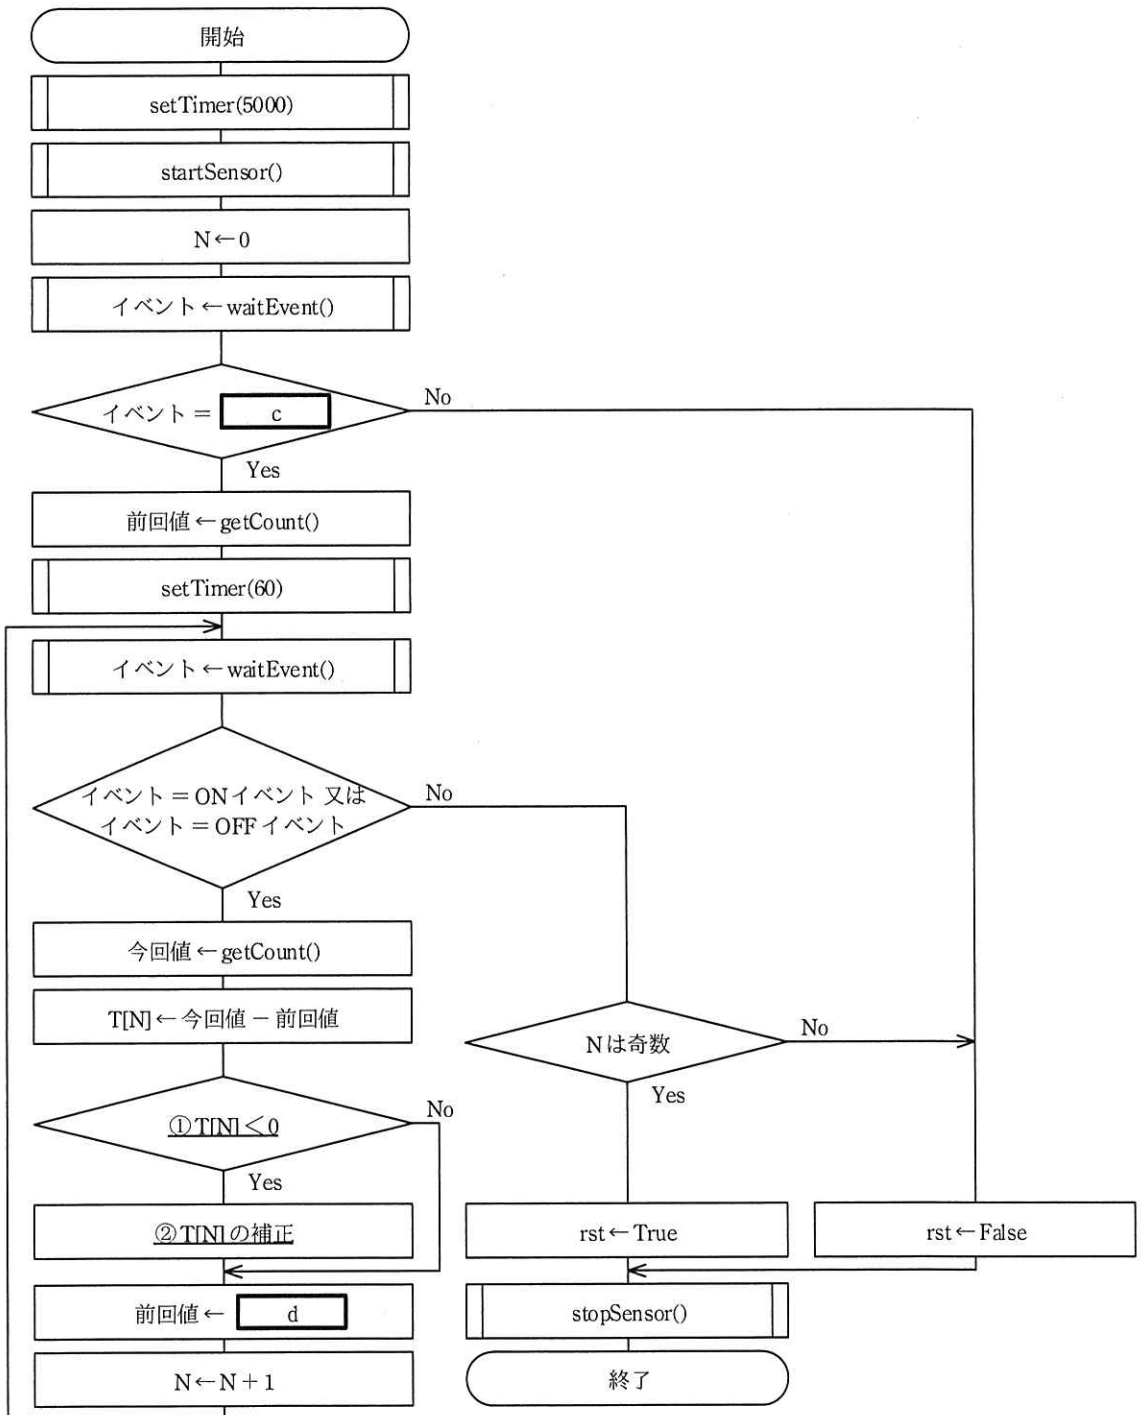

図3 制御パターン抽出プログラムのフロー
制御パターン抽出プログラムのフローを図3に示す。
(1) 学習対象リモコンで何も操作が行われないとき, 制御パターン抽出プログラムを開始してから終了するまでの時間は何秒か。整数で答えよ。
(2) 本文中の , に入れる適切な状態名を答えよ。
設問 3 図 3 の制御パターン抽出プログラムのフローについて, (1)~(3)に答えよ。
(1) 図 3 中の に入れる適切なイベント名, 及び に入れる適切な字句を答えよ。ここで, 配列 T[]の要素の個数は十分に大きいものとする。
(2) 図 3 中の下線①について, $T[N] < 0$ となるのは, どのような事象が発生したときか。20 字以内で答えよ。
(3) 図 3 中の下線②について, T[N]の補正方法を, 20 字以内で答えよ。